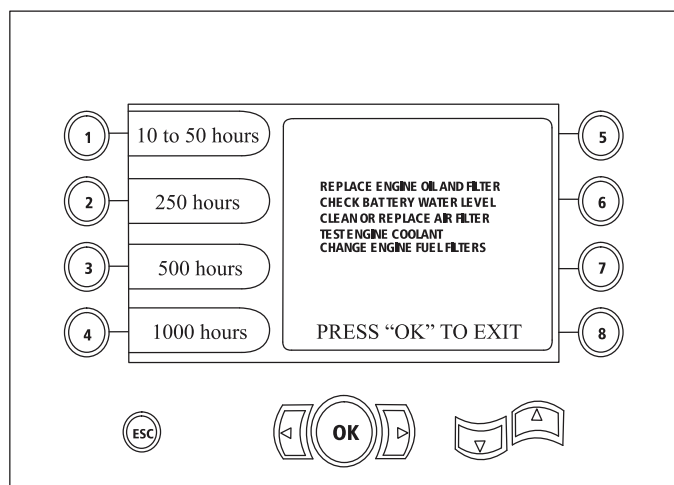

**Figure 25**
- Bouton 2 – calendrier d'entretien à 250 heures (Figure 25)